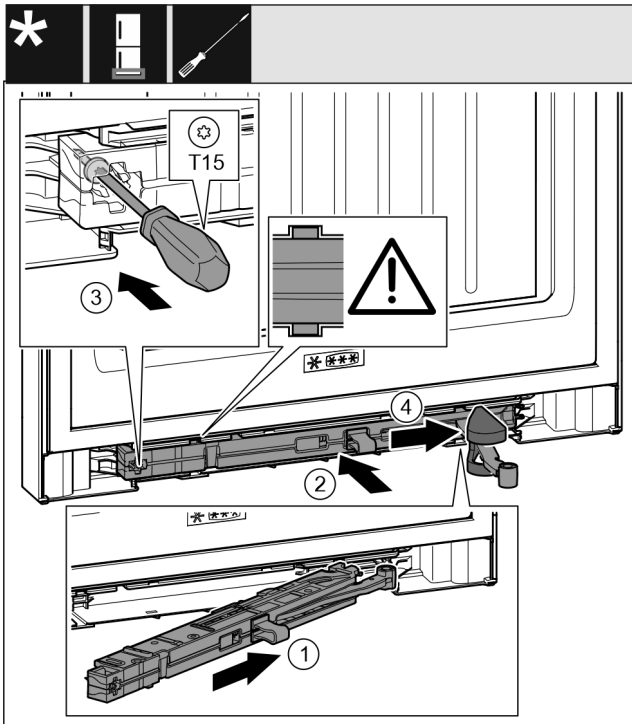

Fig. 46
- ▶ Sluitdempereenheid aan de zijde van de lagerbus tot de aanslag schuin in de uitsparing schuiven. Fig. 46 (1)
- ▶ Sluitdempereenheid volledig in de uitsparing schuiven. Fig. 46 (2)
- ▶ Schroef met een schroevendraaier T15 vastschroeven. Fig. 46 (3)
- ▶ Afdekking over het scharnier schuiven. Fig. 46 (4)